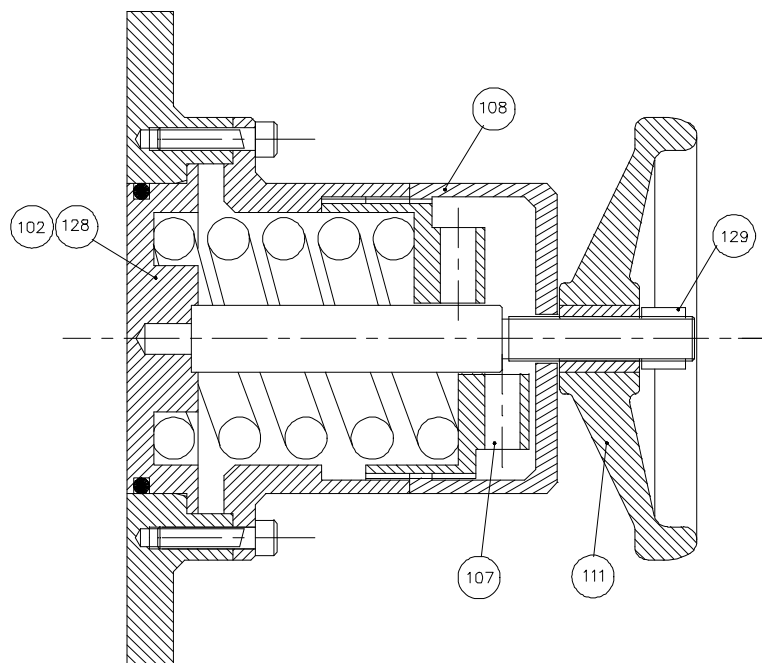

Fig 12 Fjäderbelastad, påbyggd överströmningsventil med manuell öppning CP10, CP20 och CP30.
Fjäderbelastad, med manuell öppning - se fig. 12.
- Tag bort locket (108). Tag, på ventiler med manuell öppning (fig. 12), först bort muttern (129) och ratten (111).
- Sätt tillbaka locket (108). På ventiler med manuell öppning skall ratten (111 och muttern (129) sättas tillbaka (fig. 12).
Påbyggda överströmningsventiler med manuell öppning - se fig. 12.